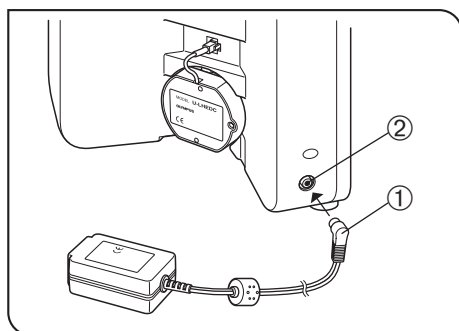

Рис. 40
(Рис. 40)
- Перед подсоединением шнура питания (рис. 40) удостоверьтесь в том, что главный выключатель находится в положении «**О**» (ВЫКЛ.).
1. Вставьте соединитель ① адаптера переменного тока в разъем ② микроскопа.